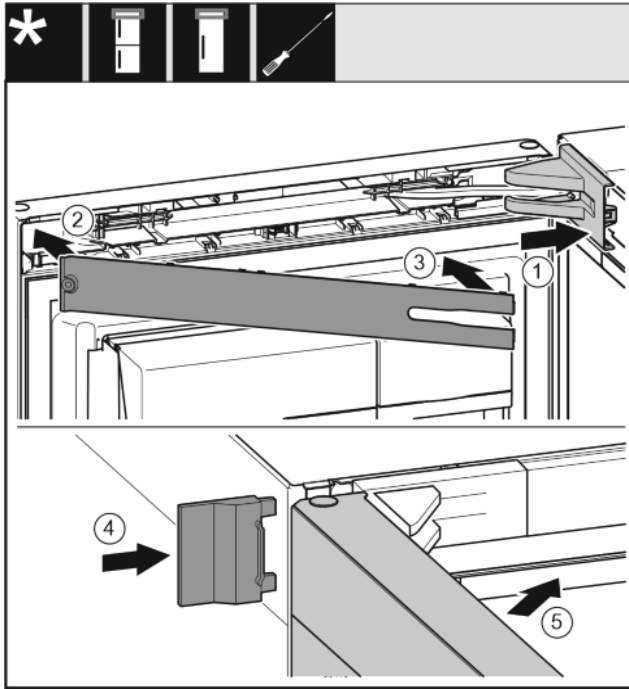

Fig. 40
- ▶ Colocar y encajar la cubierta del soporte de apoyo; dado el caso, separar presionando con cuidado. Fig. 40 (1)
- ▶ Colocar el panel. Fig. 40 (2)
- ▶ Girar el panel hacia dentro y encajarlo. Fig. 40 (3)
- ▶ Desplazar la cubierta exterior. Fig. 40 (4)
- ▶ Cerrar la puerta superior. Fig. 40 (5)